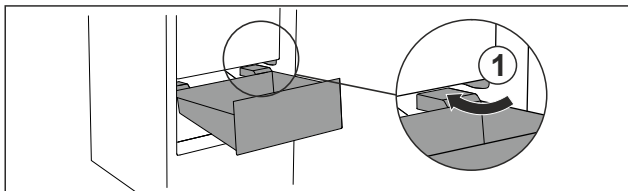

Fig. 102
- ▶ Обойдите стопор Fig. 102 (1) выдвижного ящика под наклоном.